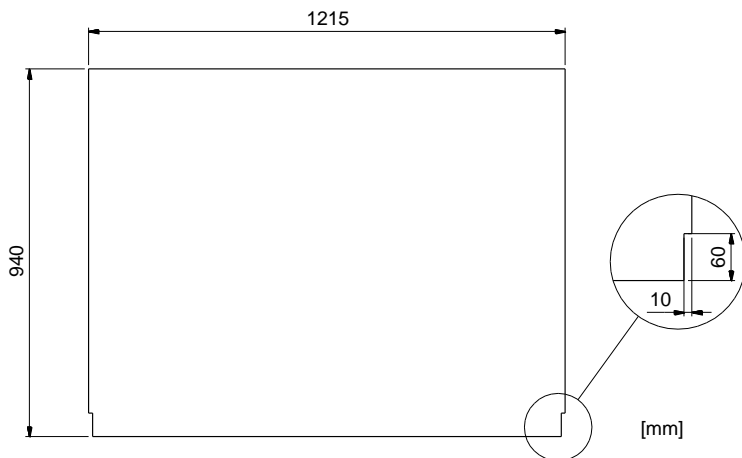
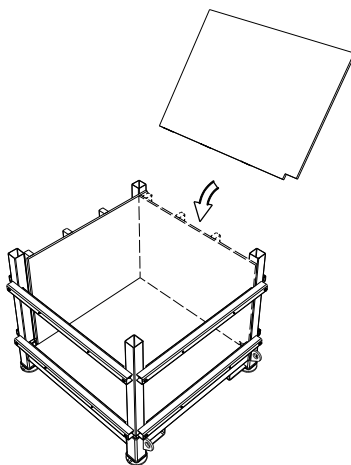

Рис. 23. Размеры боковой панели для засыпки гравием. Обратите внимание, что в обоих нижних углах панели имеются прорезы.
Рис. 24. Расположение комплектов боковых панелей.
5.2 Вырежьте четыре панели из 18-миллиметровой фанеры, соответствующей EN 636-3, как показано на Рис. 23. Уложите панели одну за другой в основание, так чтобы пазы располагались снизу, а панели были наклонены в сторону опор опалубки; см. Рис. 24. Панели должны опираться на нижнюю раму, а не на нижнюю панель. Прикрепите панели к опорам опалубки с помощью саморезов. После того как все панели установлены на место и образуют ящик, переходите к шагу 6 для установки верхней рамы.